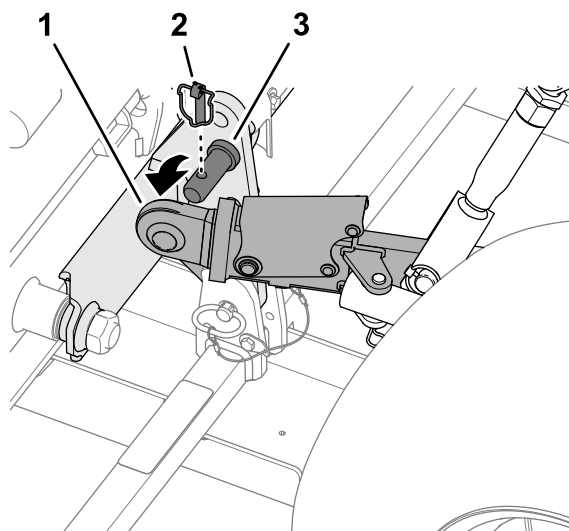

Figure 47
1. Retirez les 2 goupilles à anneau et sortez les bras d'attelage inférieurs des goupilles d'attelage de la machine (**Figure 47**).